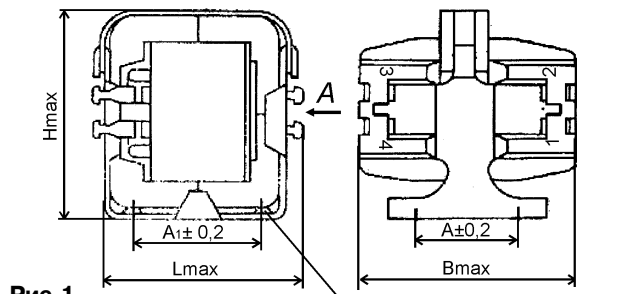

Рис.1
**Конструкция** трансформаторов показана на рис.1 и рис. 2, а габаритные размеры приведены в табл.2 и табл.3 соответственно.